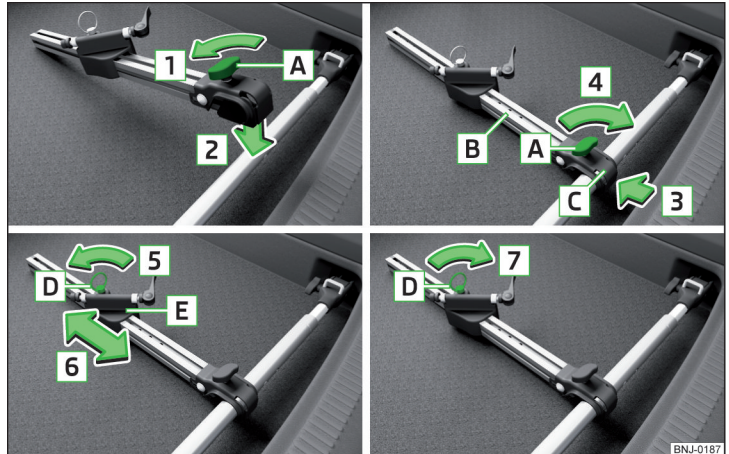

Abb. 120 Fahrradträger einbauen
- › Zum **Einbauen** die Schraube **A** am Fahrradträger (nachstehend nur Träger) in Pfeilrichtung **1** lösen » Abb. 120.
- Möchte man zwei Fahrräder transportieren, dann die Schraube **A** » Abb. 120 auf Seite 92 am Träger lösen und den Träger zusammen mit dem befestigten Fahrrad nach links verschieben.
- Die Schraube **A** » Abb. 120 auf Seite 92 am Träger festziehen.
- Falls erforderlich, die Position des verschiebbaren Teils **E** » Abb. 120 auf Seite 92 anpassen.